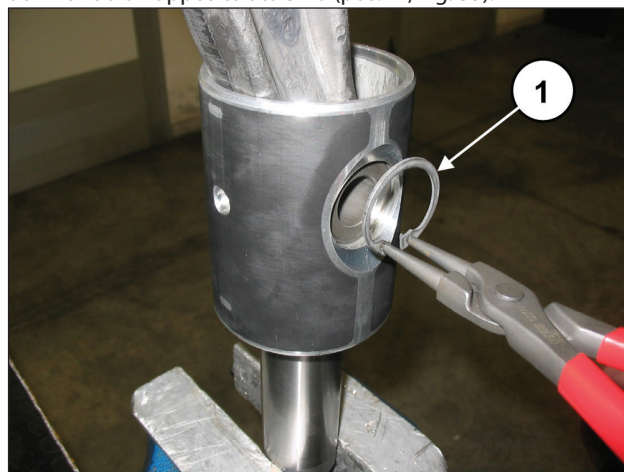

Fig. 35
Rimuovere i due anelli seeger di bloccaggio spinotto utilizzando un apposito attrezzo (pos. ①, Fig. 35).
Inserire la biella nel guida pistone (pos. ①, Fig. 37) e successivamente inserire lo spinotto (pos. ①, Fig. 36). Applicare i due seeger di spallamento con l'apposito attrezzo (pos. ①, Fig. 35).